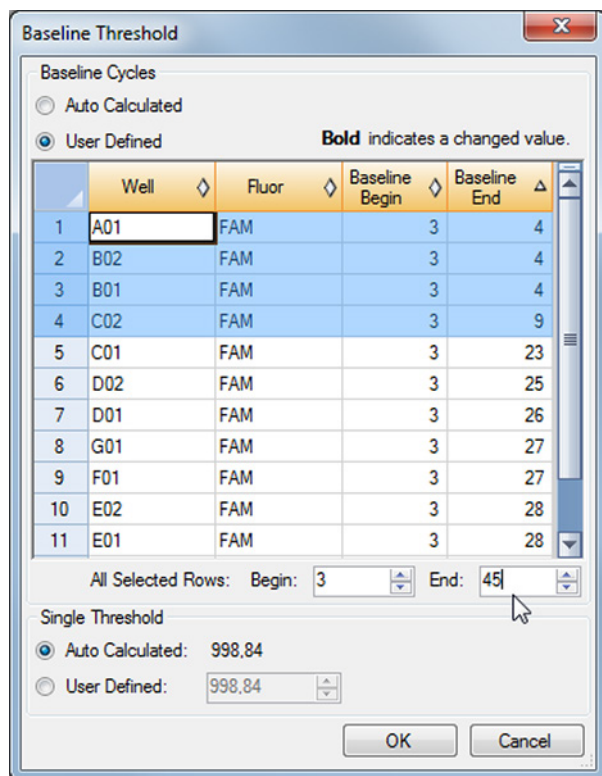

Figura 5: Caixa de diálogo Baseline Threshold (Limiar da Linha de Base)
3. Na barra de menus da janela Data Analysis (Análise de Dados), clique em **Settings** → **Baseline Threshold...** (Definições → Limiar da Linha de Base...) para abrir a caixa de diálogo Baseline Threshold (Limiar da Linha de Base) (consulte a figura 5).
5. Selecione todas as linhas que apresentam um valor **Baseline End** (Fim da Linha de Base) de 1–9 (consulte a figura 5).
- Defina o valor no campo **End:** (Fim:) para 45 para as linhas seleccionadas (consulte a figura 5).
- Repita os passos 3–7 para o canal de detecção VIC™ (IC).